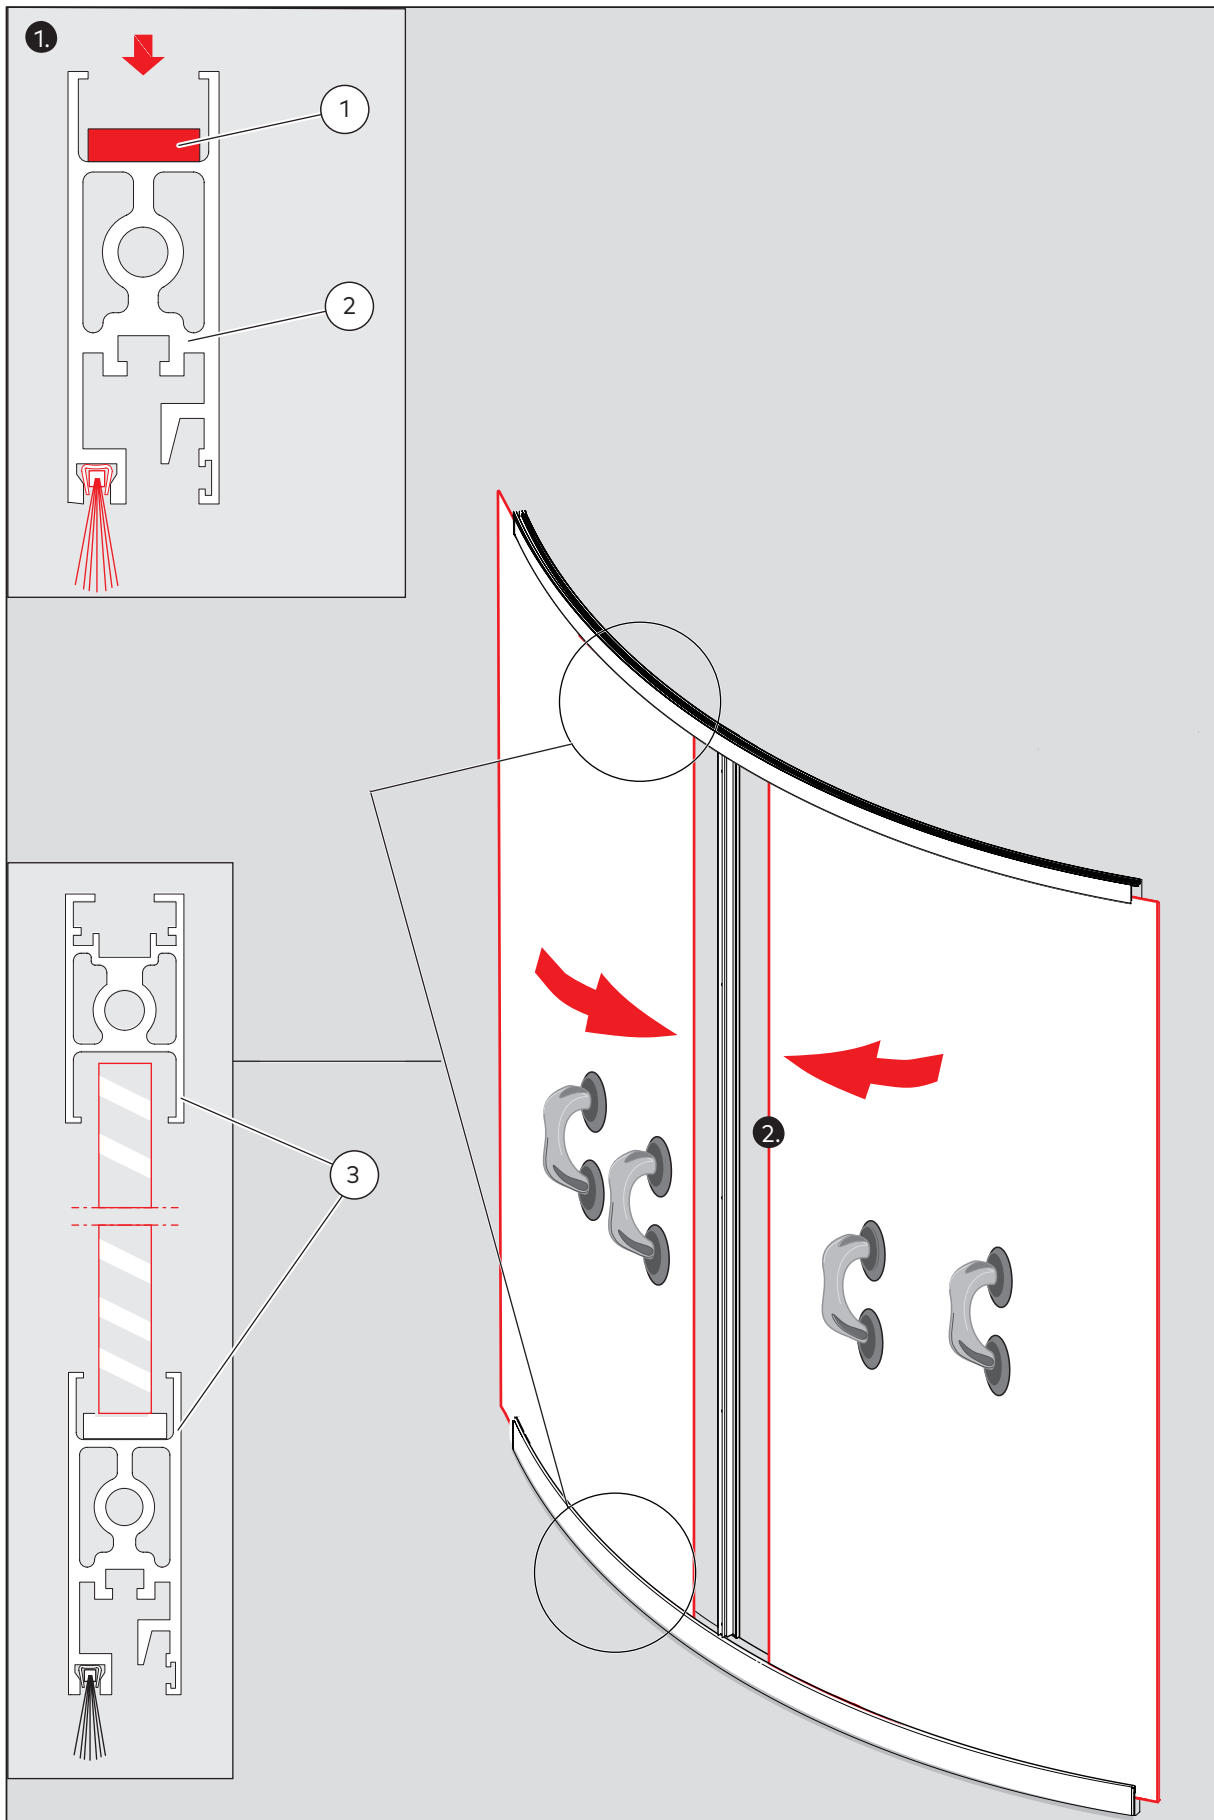

Abb. 66 Montage der Glasscheiben des Nachtabschlusses
1. Die Kunststoffblöcke (Abb. 66/1) in das Profil des unteren Rahmens (Abb. 66/2) platzieren.
2. Die Glasscheiben von der Seite in das Profil des Rahmens (Abb. 66/3) schieben.